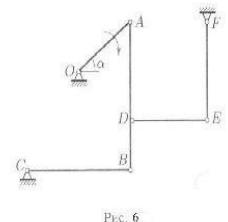

Рис. 6
**Задача 6.** Механизм состоит из пяти шарирно соединенных стержней. Три шарирные опоры крепят механизм к основанию. В указанном положении механизма (рис. 6) известна угловая скорость стержня  $OA$ :  $\omega_{OA_z} = -6$  с-1. Дано:  $OA = 5$  см,  $AB = 9$  см,  $BC = 8$  см,  $BD = 3$  см,  $DE = EF = 6$  см,  $\cos \alpha = 4/5$ . В данный момент стержень  $DE$  горизонтальный, стержни  $AB$  и  $FE$  вертикальные. Найти угловые скорости всех звеньев механизма.